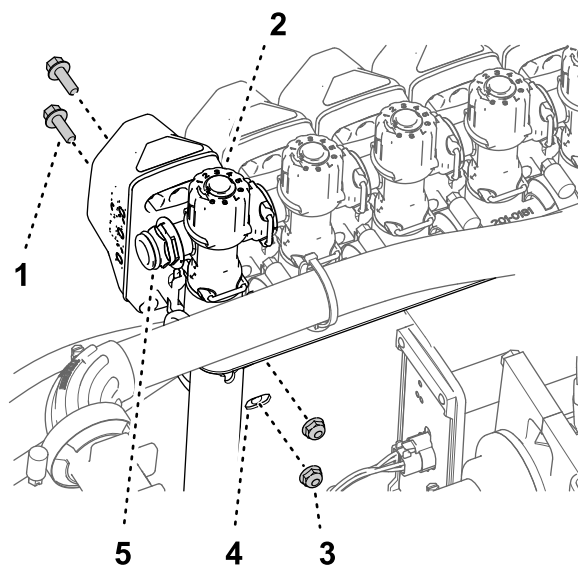
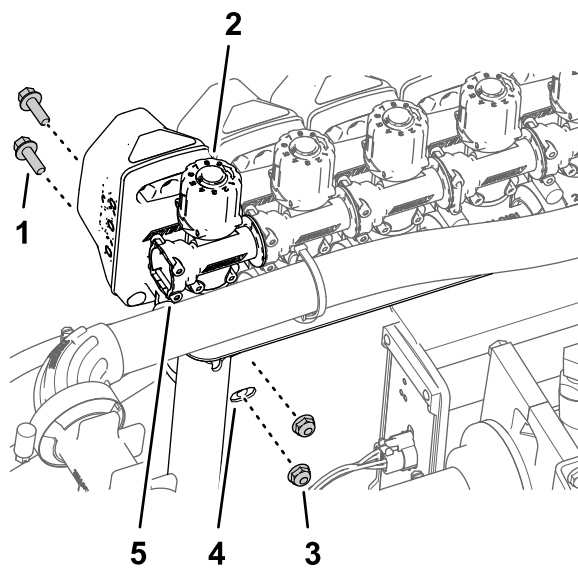

图 106
图 107
3. 使用在 从歧管安装架上卸下喷洒段阀 \(页码 28\) 的步骤 2 中卸下的 2 个凸缘头螺栓 $\frac{1}{4} \times \frac{3}{8}$ 英寸和 2 个锁紧螺母 $\frac{1}{4}$ 英寸将喷嘴阀 10 固定到阀门安装架上 图 106 或 图 107。